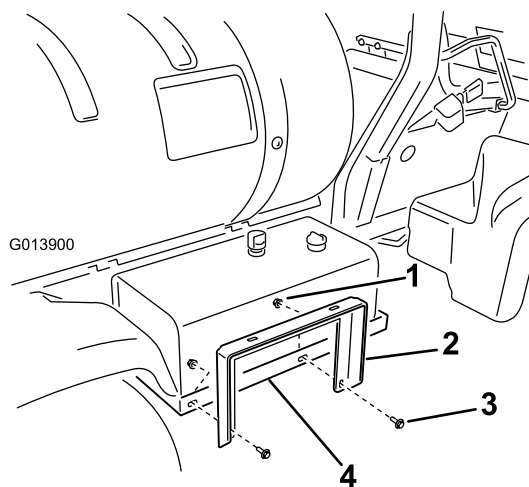

図 8
1. ホース・リール・サポートを油圧オイルタンク・マウント (図 8) に取り付ける ; フランジ・ボルト (3/8 x 1 インチ) 2本とフランジ・ナット (3/8 インチ) 2個を使用。後で調整を行うのでナットは固く締めないこと。
3. ホース・リール・サポートをホース・リール・ストラップに取り付ける (図 8) ; フランジ・ボルト (3/8 x 1 インチ) 2本とフランジ・ナット (3/8 インチ) 2個を使用。